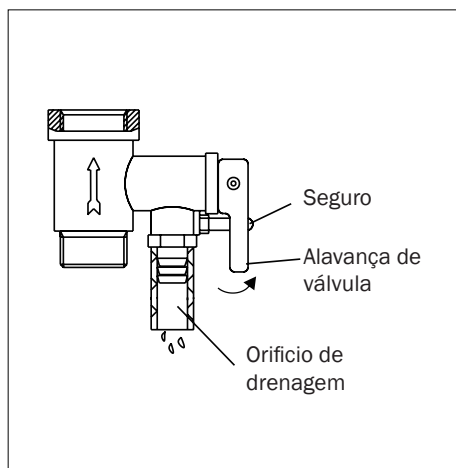

Fig. 6
- Desenroscar o parafuso da válvula de segurança e levantar o manipulador de drenagem até acima. (ver a fig. 6) para secar a água do interior do tanque.